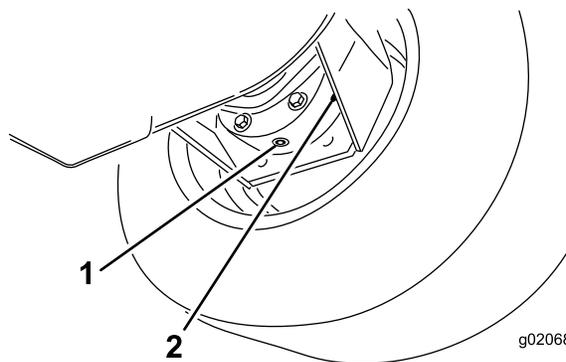

Figure 92
3. Placez un bac de vidange sous le carter de frein et enlevez le bouchon pour permettre à l'huile de s'écouler (Figure 92).